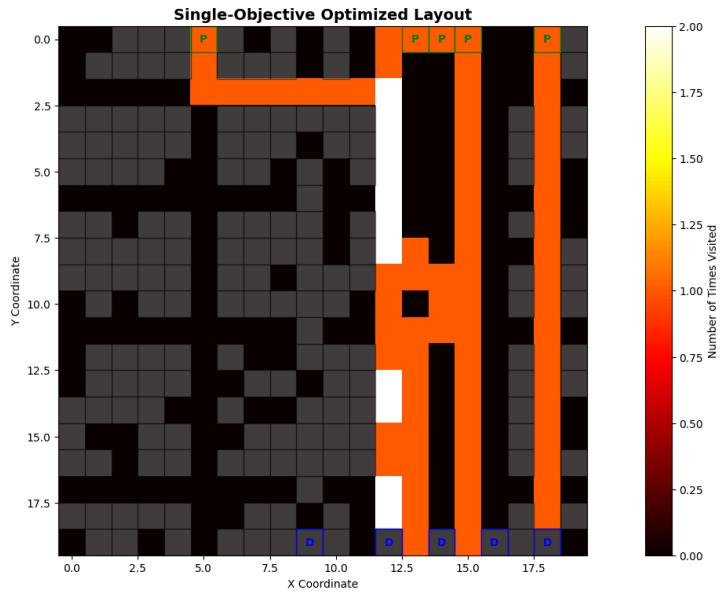

Figura 1. Single-Objective Optimized Layout.
- **Resultado:** La Figura 1 es el resultado de este proceso. Muestra un layout donde el SA determinó una configuración que minimiza el costo total (distancia, congestión y energía). Las rutas (naranja/blanco) son claras y conectan eficientemente los muelles (D) y las estaciones (P).